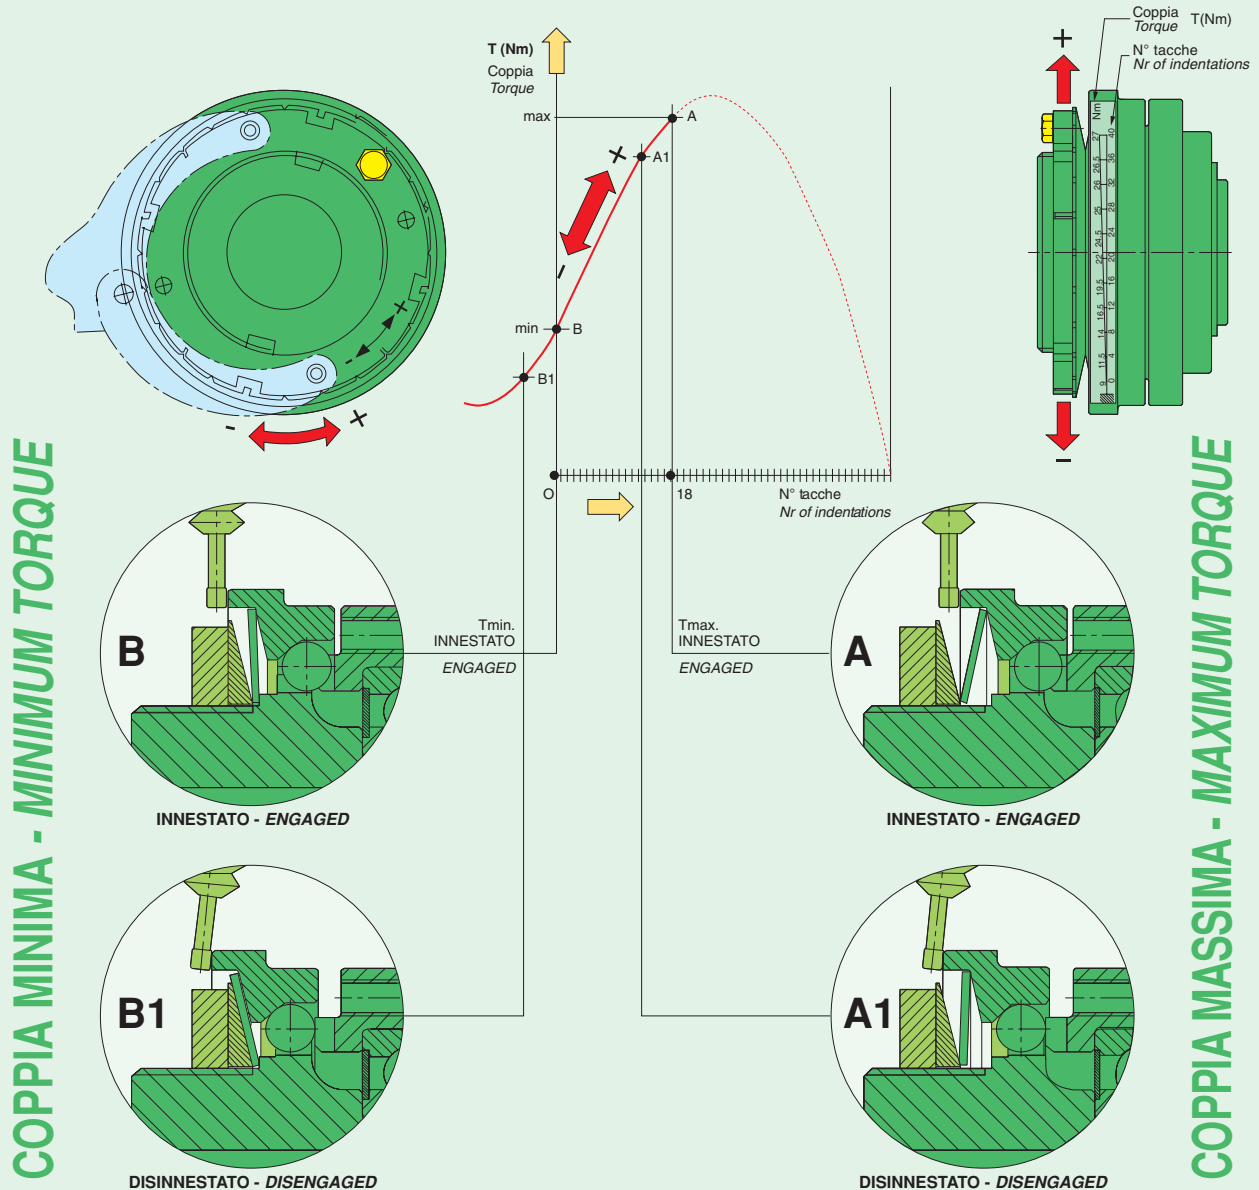

Fig.1
Le molle a tazza lavorano nel solo campo negativo della curva (fig.1) e quindi la ghiera di regolazione (7), ruotata in senso antiorario fornisce un carico crescente alle molle a tazza (6) e quindi una coppia di intervento maggiore. La ghiera (7) è mantenuta in posizione dal bloccaggio della vite di fermo (8). ZBC porta 8 fori filettati di fissaggio e un cuscinetto per servizio pesante, NBC 6 fori filettati di fissaggio e un cuscinetto per servizio leggero.
The disc springs are working only in the negative area of their characteristics (fig.1), so the adjustment nut (7), when tightened anticlockwise, provides an increasing axial load to the disc springs (6) and a higher disengaging torque: when the pre-set torque level is reached the nut (7) is locked in position by means of the locking screw (8).